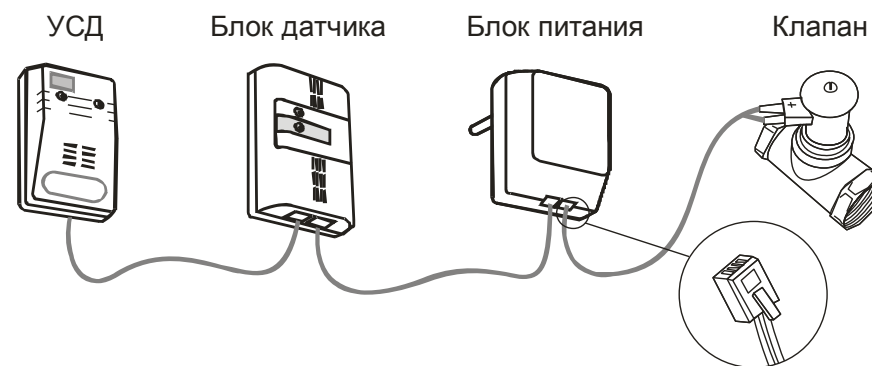

Рисунок 1 – Сигнализатор оксида углерода "БУГ" двухблочного исполнения
1.5.1. Сигнализатор двухблочного исполнения (рисунок 1) включает в себя блок датчика и блок питания, соединенные кабелем.
2.2.5.3. Подсоединить Сигнализатор к клапану, ВЦ или иному исполнительному устройству с помощью кабеля, подключенного к розетке "Вых." блока питания (см. рисунок 1):